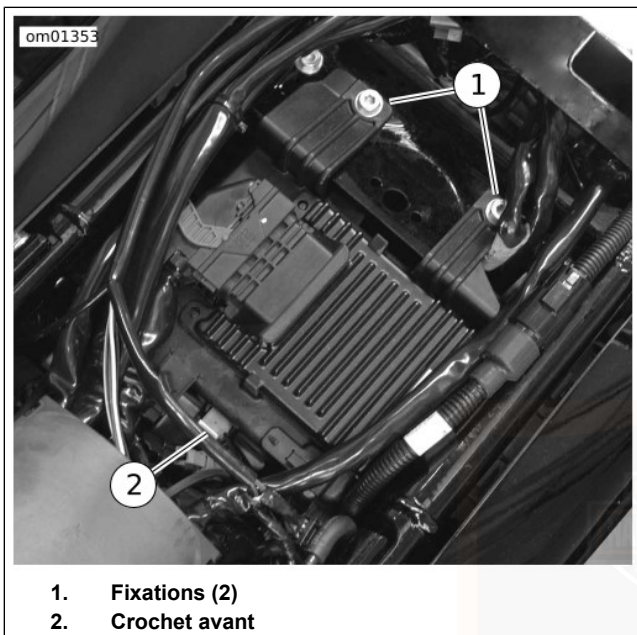

Figure 71. Boîtier supérieur
2. Voir Figure 71. Retirer deux vis de l'arrière du boîtier supérieur.
5. Voir Figure 71. Tourner le boîtier supérieur en position au-dessus de la batterie et engager l'avant du boîtier dans le crochet avant.